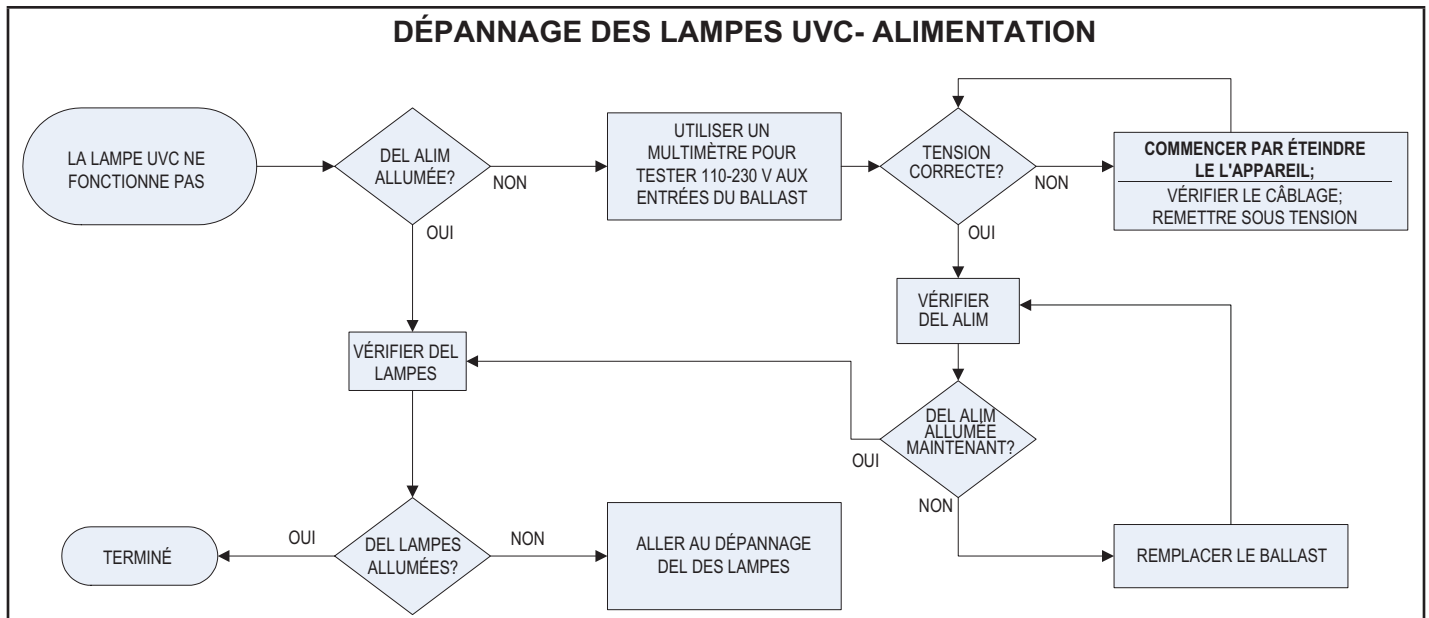
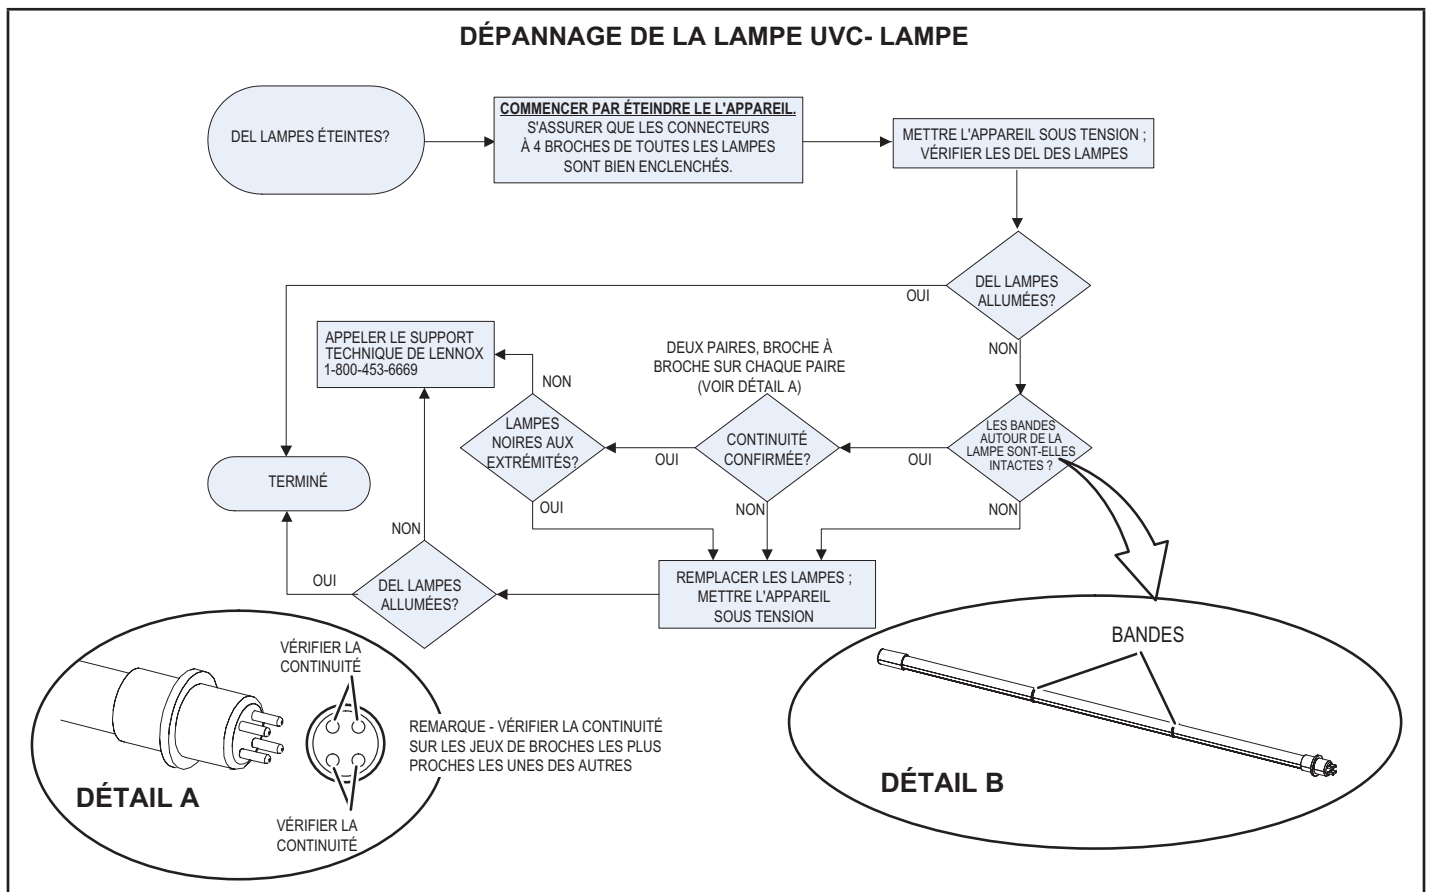

FIGURE 41
FIGURE 42
- 2 - Vérifier la continuité électrique entre les broches de la lampe pour vérifier la continuité des filaments de la lampe (voir FIGURE 42).
Des tableaux de dépannage sont fournis pour aider à déterminer la cause des problèmes rencontrés (FIGURE 41 et FIGURE 42).